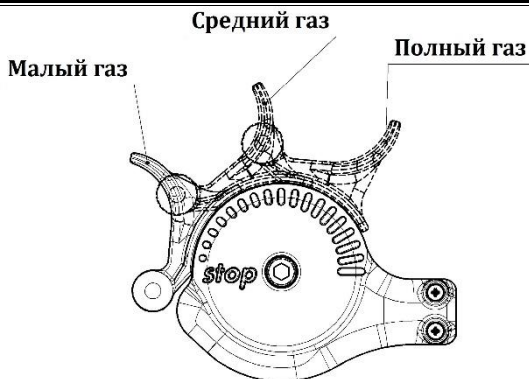

Рисунок 5 - Акселератор (рычаг газа)
Акселератор (рисунок 5) крепится на правой ручке руля мотоблока и при помощи троса соединяется с ручкой газа, установленной на двигателе.
6.2.8 Для остановки двигателя передвиньте рычаг акселератора в положение «Малый газ» (рисунок 5) и поверните выключатель на двигателе в положение «OFF».